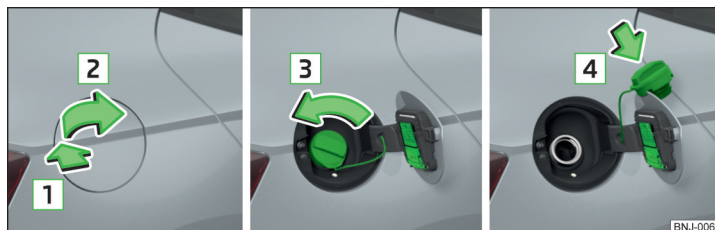

Abb. 256 Tankklappe aufklappen / Tankverschluss herausdrehen / Tankverschluss auf die Tankklappe stecken
- Auf die Tankklappe in Pfeilrichtung **1** drücken und diese in Pfeilrichtung **2** aufklappen » Abb. 256.